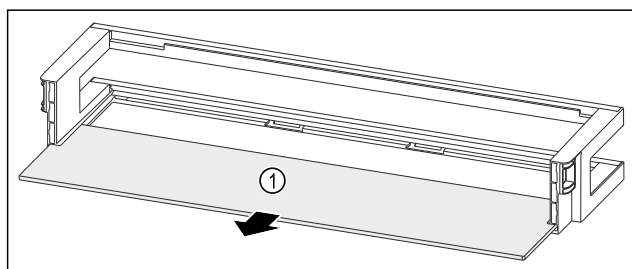

Fig. 147 Türabsteller mit Abstellfläche
- ▶ Abstellfläche Fig. 147 (1) entnehmen.